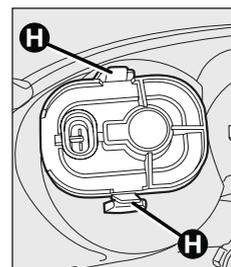

Рис. 24
- щоб поміняти лампу заднього протитуманного ліхтаря, звільніть засувки **H** (рис. 24), зніміть чохол і поміняйте лампу з кріпленням типу «байонет»;